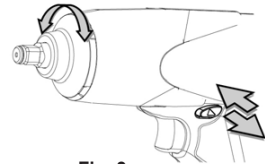

Fig. 3
4. Gebruik de staaf voor vooruit/achteruit op de aandrijfeenheid om de machine de andere kant op te laten werken (zie fig.3). De aanwijzingen voor de rotatie worden ook weergegeven op de voorkant van de balk.